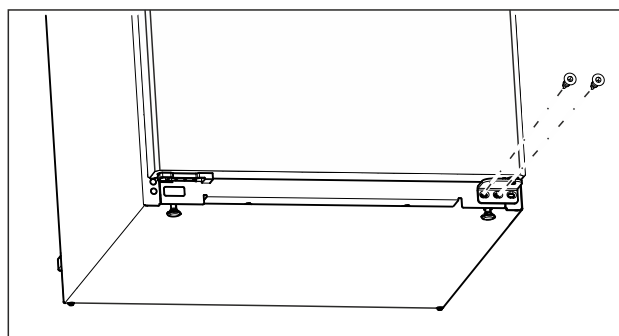

Fig. 10
- Na donjem ležajnom postolju odvrtnite srednji vijak odvijačem Torx 20. (pogledajte Fig. 10)
- ▶ Na donjem ležajnom postolju odvrnite unutarnji vijak odvijačem Torx 20. (pogledajte Fig. 10)